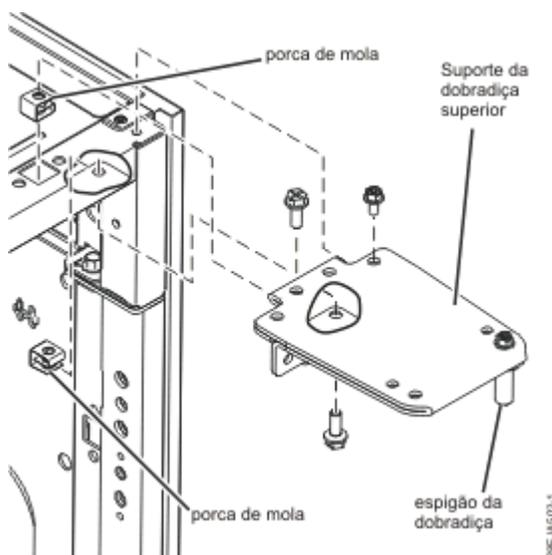

Figura 105. Instalar parcialmente o suporte da dobradiça superior
- a. Adicione duas porcas de mola M6 ao bastidor, conforme apresentado na Figura 105 na página 153. Uma porca de mola é instalada na parte superior do bordo do bastidor, a segunda no lado inferior do bordo do bastidor.
- b. Instalar o suporte da dobradiça superior ao apertar os parafusos M5 e dois M6x16, conforme apresentado em Figura 105 na página 153. Utilize uma chave de fendas para apertar os parafusos para $2,5 \text{ Nm} \pm 0,2 \text{ Nm}$ ($22,1 \text{ inch lbs} \pm 1,8 \text{ lbs}$).
- c. Desaparafuse o espigão da dobradiça superior, conforme apresentado em Figura 105 na página 153 e coloque-o de lado.